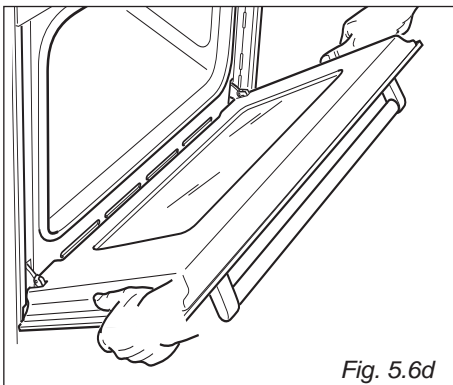

Fig. 5.6d
- Impugnare la porta come illustrato in fig. 5.6d.